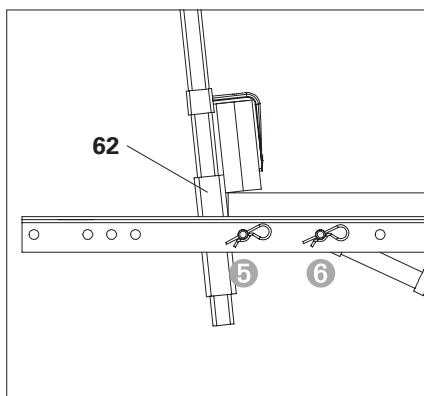
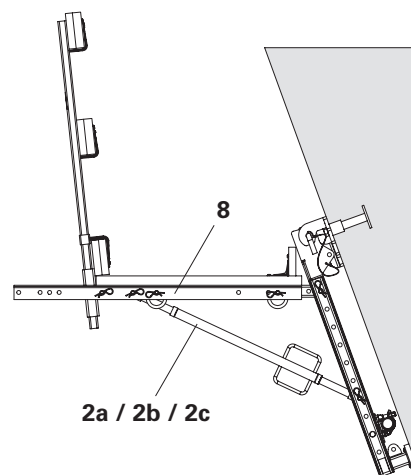

Fig. A4.05a
Fig. A4.05
- Il supporto per parapetto VGK (62) viene sempre imperniato nel 5° e nel 6° foro del montante cassaforma VGK 120 (8).
- Il braccio regolabile AV (2a / 2b / 2c) viene sempre imperniato nel 6° foro. (Fig. A4.05 + Fig. A4.05a)